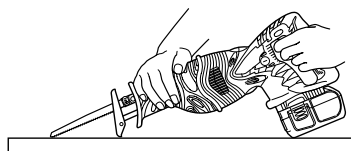
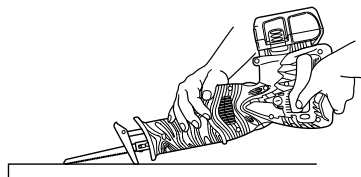

Fig. 25
Fig. 26
Avec cet outil, il est possible d'effectuer des coupes de poche dans des panneaux de contreplaqué et des panneaux de bois mince. La coupe de poche s'effectue en toute facilité avec la lame installée à l'envers, comme indiqué aux Fig. 26, 28 et 30. Utiliser une lame aussi courte et épaisse que possible. Il est recommandé d'utiliser la lame BIMETAL No.132 mentionnée dans la page 50. Procéder avec précaution pour effectuer la coupe de poche et observer les procédures suivantes.
- (1) Appuyez la partie inférieure (ou la partie supérieure) du socle contre le matériau. Tirer sur la gâchette tout en maintenant l'extrémité de la lame éloignée du matériau. (Fig. 25, Fig. 26)